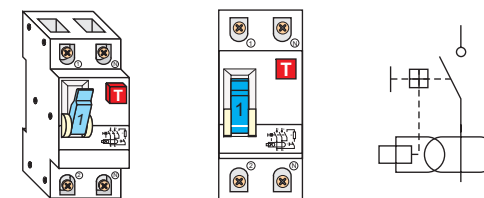

Figura 8. Relé diferencial
- Relé diferencial: destinado a la protección de personas contra contactos eléctricos directos e indirectos. Podemos encontrarlos en nuestra vivienda dentro del cuadro general de protección. Es característico un botón tipo "Test" que tiene en su exterior que permite comprobar su estado de funcionamiento. (Figura 8).